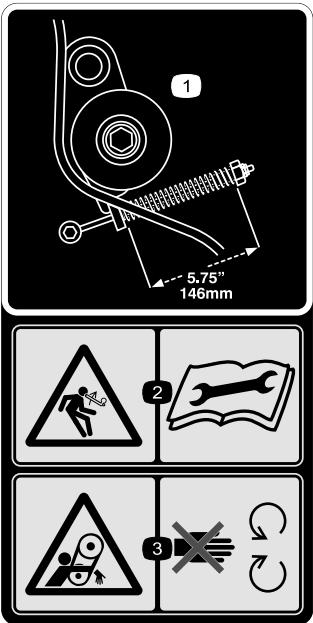

Figura 28
1. Se consigue una tensión de la correa adecuada comprimiendo el muelle de tensión hasta una longitud de 146 mm (Figura 28).